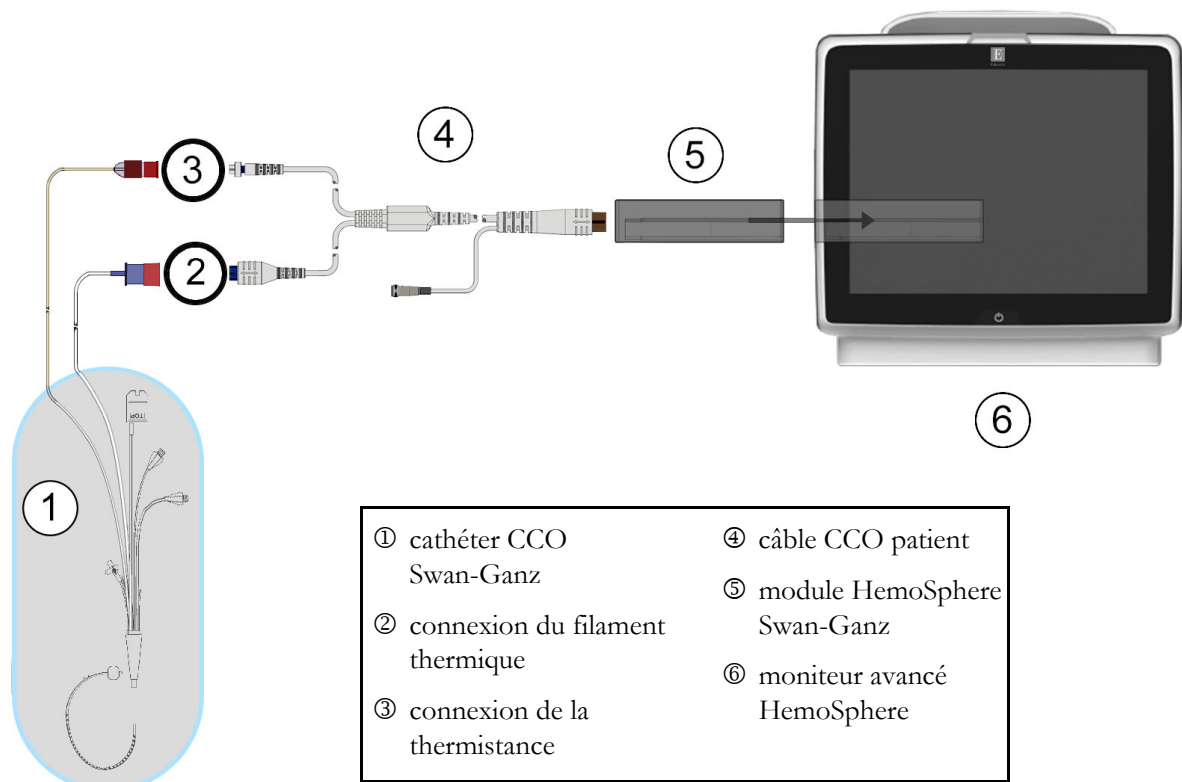

Figure 9-4 Présentation des connexions DC
- 2 Connecter l'extrémité dotée du cathéter du câble patient aux connecteurs de thermistance et de filament thermique sur le cathéter CCO Swan-Ganz. Ces connexions sont désignées par les numéros ② et ③ dans la figure 9-4 à la page 150.